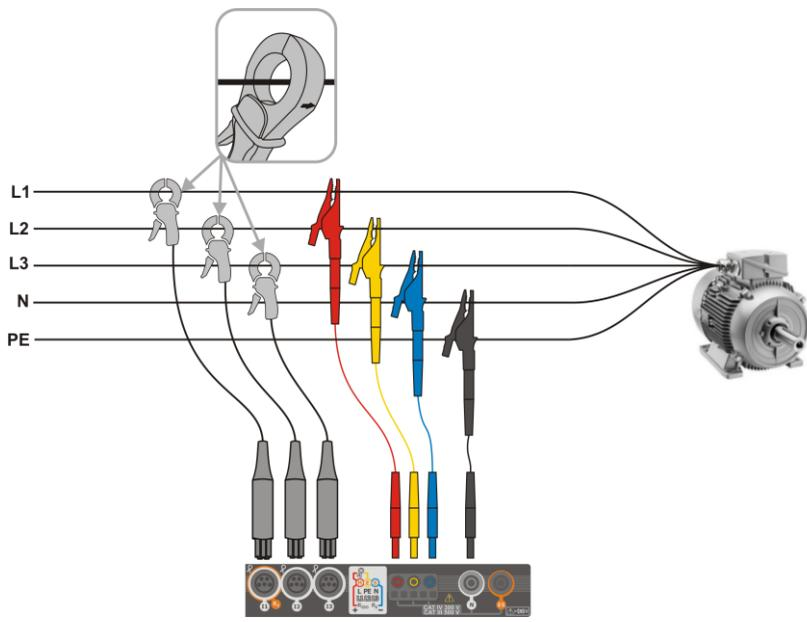

Fig. 5.6 Anschlussdiagramm – 3-Phasen mit 4-Leitern
- 3-Phasen 4-Leiter (Fig. 5.6),